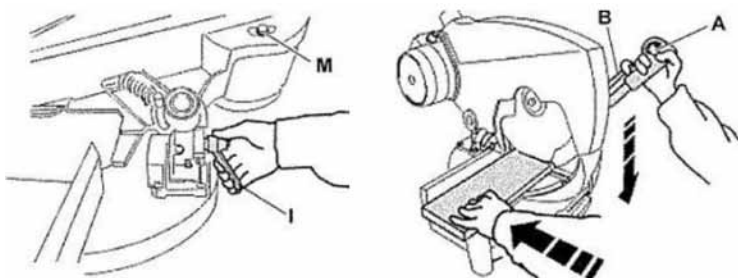

Fig. 11: Réglage de l'angle d'inclinaison
2. Faites basculer la tête de la scie au moyen de la poignée A (Fig. 11), jusqu'à l'angle souhaité, lisible sur l'échelle. Verrouillez à nouveau la poignée.